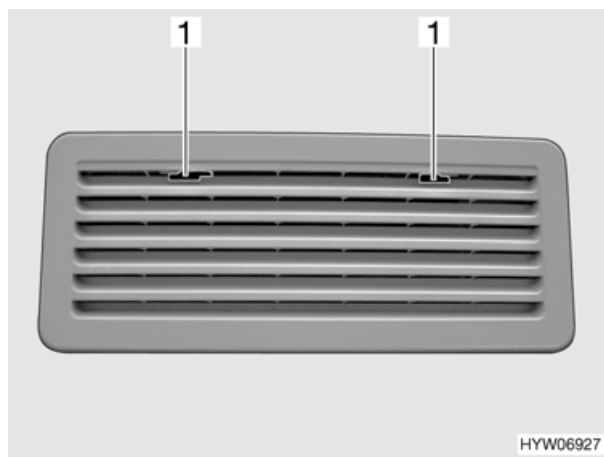

Fig. 64 Griglia di aerazione del frigorifero (variante 2)
- Spingere verso il centro l'arresto (Fig. 64,1).